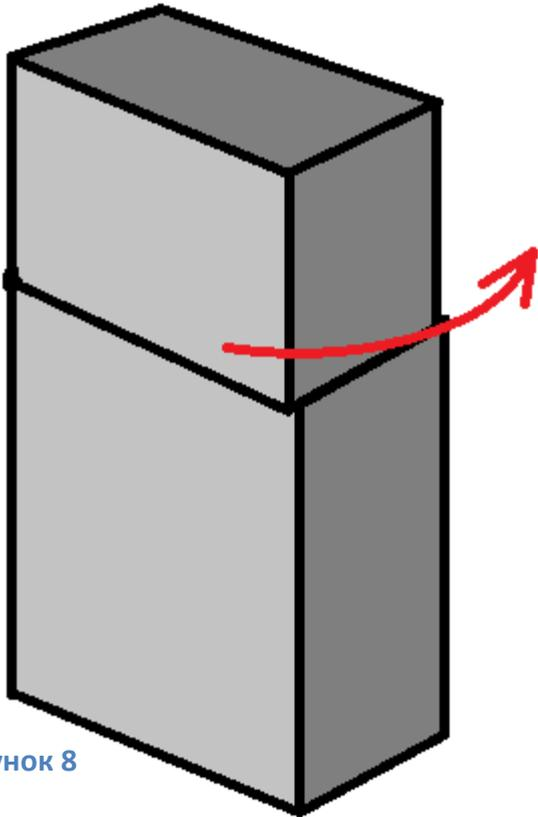

Рисунок 8
1. Посмотреть на петли. Ровной линией ли они идут? Есть ли зазоры? Если ничего этого нет и петли смотрятся абсолютно ровно. То можно просто вытащить инсерт и выгнуть крышку в другую сторону (Рис.8). Оставив небольшой люфт крышки в обе стороны (без инсерта это нормально);